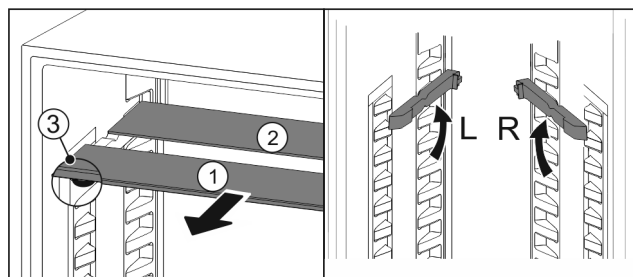

Fig. 162
- ▶ Izvucite Fig. 162 (1) staklene ploče jednu po jednu prema naprijed.
- ▶ Staklena ploča Fig. 162 (1) s ukrasnom letvicom nalazi se sprijeda.
- ▶ Zaustavljači Fig. 162 (3) su usmjereni prema dolje.